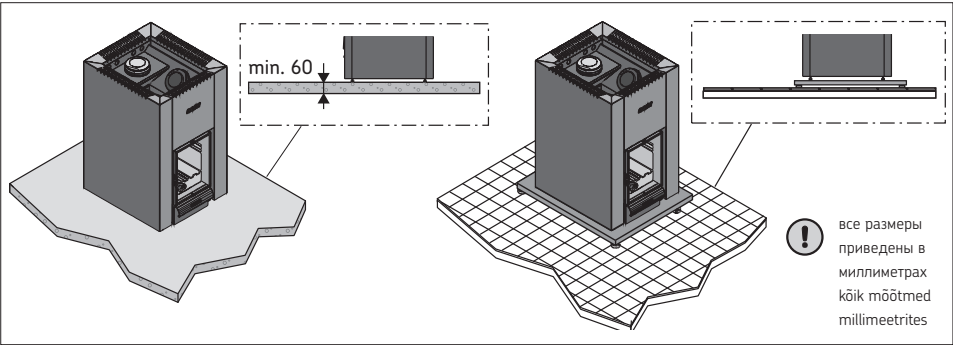

Рисунок 8. Защита пола. / Joonis 8. Põranda kaitsmine
3.1.2. Защита пола (Рисунок 8.)